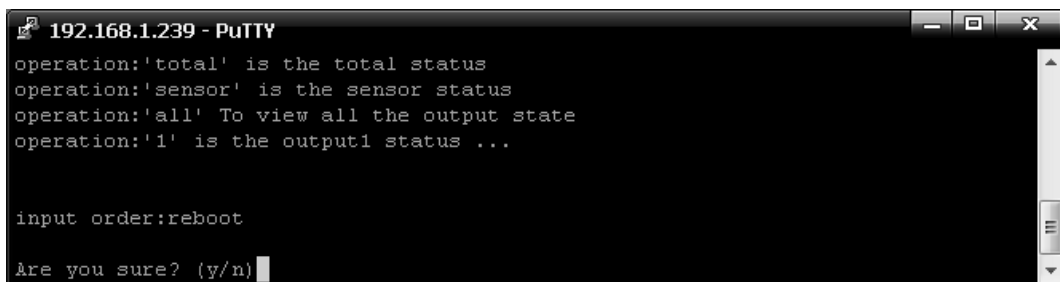

Abbildung 2-10
3.2.3.7 Reboot-Befehl: um das Gerät neu zu starten, wie in Abbildung 2-10 gezeigt